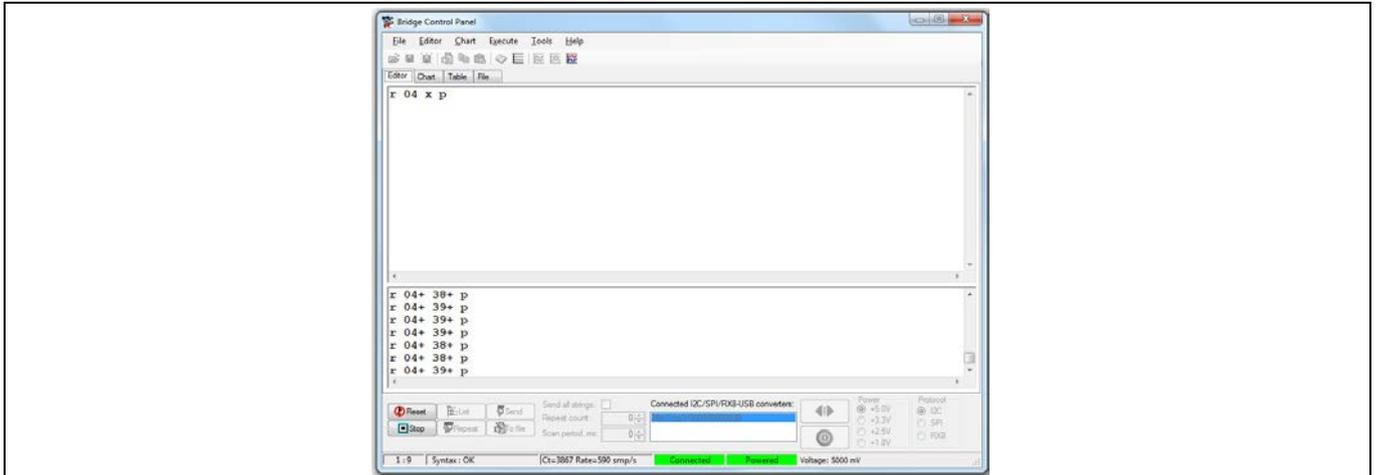

Figure 32 ADC レジスタのみ読み出す
6. LED と DAC の値ではなく ADC 値のみ読み出したい場合 (Figure 32 を参照)、まず、以下のコマンドを実行してください。